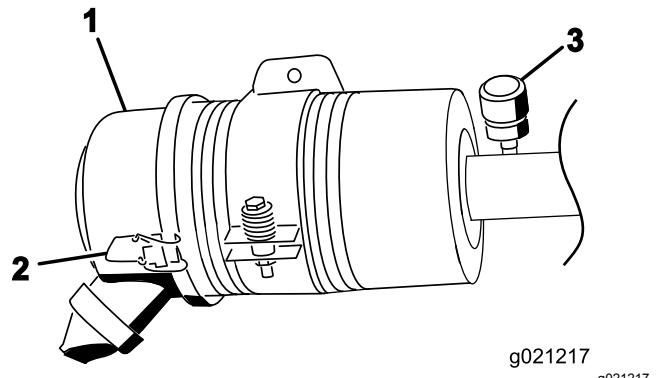

Figura 69
Faça a manutenção ao filtro de ar apenas quando o indicador de manutenção (Figura 69) o exigir. Mudar o filtro de ar antes de ser necessário apenas aumenta a possibilidade de entrar sujidade no motor quando se retira o filtro.
1. Liberte os trincos que fixam a cobertura do filtro de ar ao respetivo corpo (Figura 69).